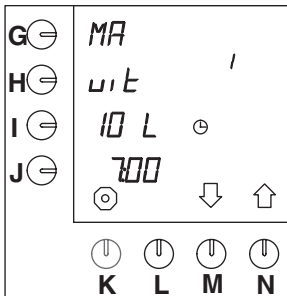

Fig. 33 Voorgeprogrammeerde instelling (niet actief)
Er zijn veertien voorgeprogrammeerde "tijdsinstellingen" voor alle dagen van de week. Zodra zij via onderstaande procedure geactiveerd worden zullen zij pas actief en zichtbaar worden in de gebruikersmodus. Alle instellingen kunnen naar wens ingesteld worden. De veertien instellingen staan standaard op (fig. 33):
- Druk op selectietoets (N.)↑ tot fig. 33 in het display verschijnt.